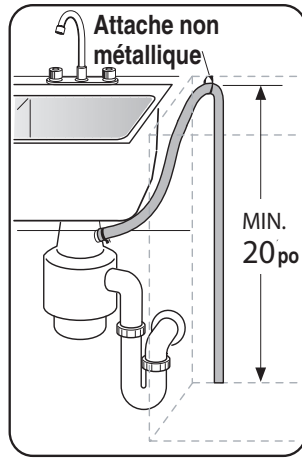

Figure 26
- 3 Sur la connexion de vidange de l'évier par un espace d'air, **figure 26**.